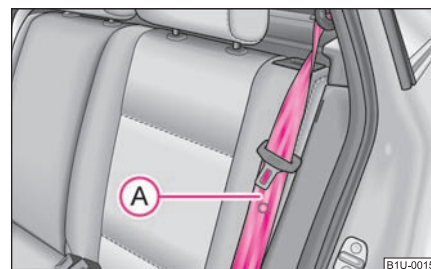

Fig. 61 Bloquear el respaldo de asiento
- Coloque el cinturón de seguridad lateral posterior (A) ⇒ fig. 61 detrás del borde del revestimiento lateral.